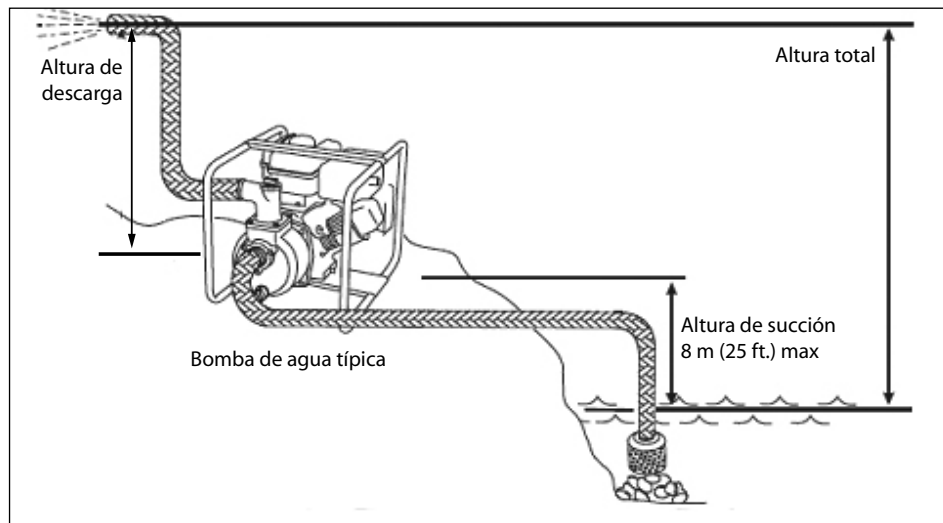

FIGURA 1
- UBICACIÓN:** Para una instalación permanente, ponga la bomba en un lugar limpio, seco y ventilado. **Mantenga la línea de succión lo más corta posible.** El mantenimiento de la longitud de la cañería lo más corta posible, permitirá que la bomba funcione al máximo de su eficiencia y también asegurar que la carcasa no se recaliente debido a la ausencia de agua (Figura 1).